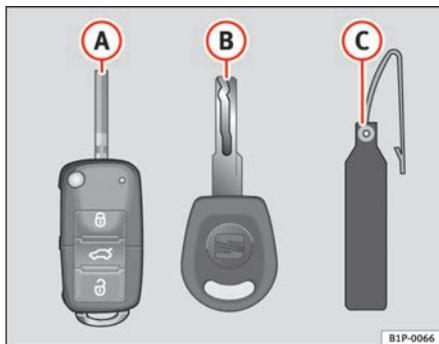

Fig. 43 Juego de llaves
- una llave con mando a distancia ⇒ fig. 43 **A**
Sólo es posible hacer duplicados con el número de la llave del llavero de plástico ⇒ fig. 43 **B**. Por este motivo: